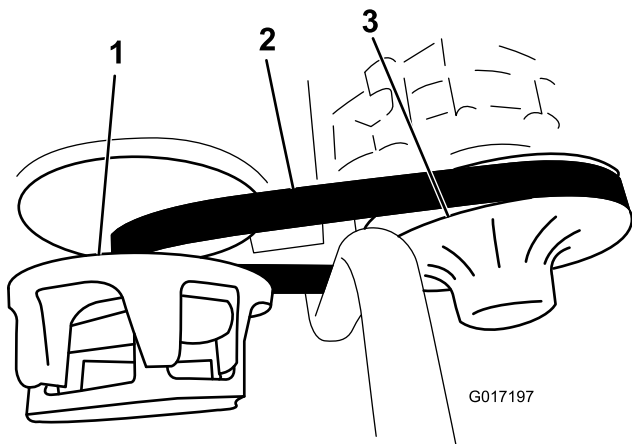

Bild 58
3. Drehen und prüfen Sie den Riemen auf überdurchschnittliche Abnutzung oder Schäden (Bild 58).
3. Drehen Sie den Riemen und verlegen ihn über die sekundäre Kupplung (Bild 58).
4. Nehmen Sie den Riemen von der primären Kupplung (Bild 58).
5. Fluchten Sie den neuen Riemen über der primären Kupplung aus (Bild 58).
6. Drehen Sie den Riemen und verlegen ihn über die sekundäre Kupplung (Bild 58).